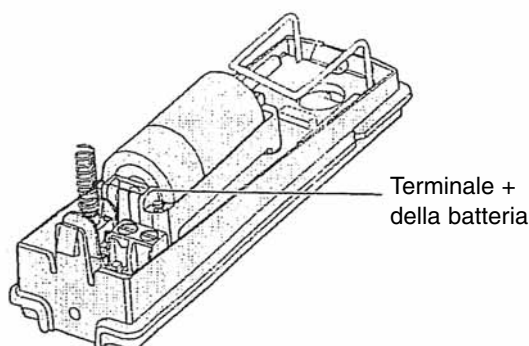

Figura 2 Inserimento batteria
2. Se necessario, inserire la batteria osservando la corretta polarità. (Figura 2)
3. Inserire la nuova batteria, osservando la corretta polarità (Figura 2).